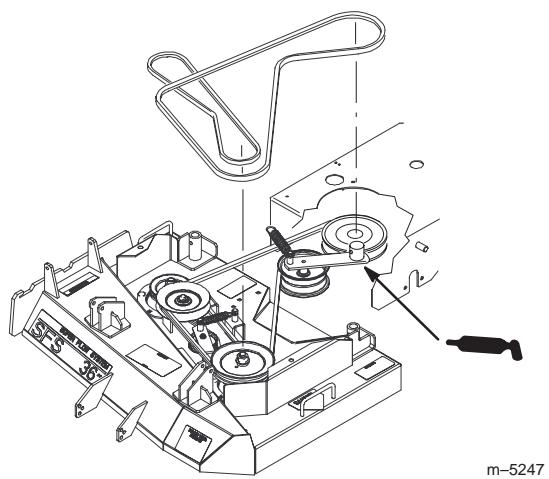

Figure 32
1. Lubrifiez le graisseur sur le pivot du bras de la poulie de tension de la courroie d'entraînement de la PdF (Fig. 32).